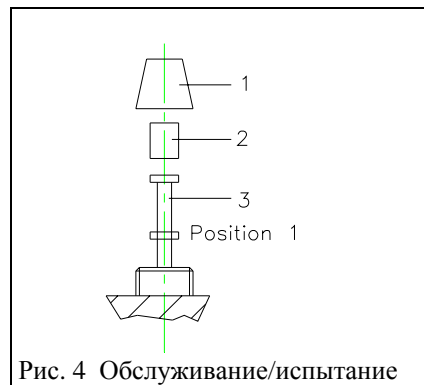

Рис. 4 Обслуживание/испытание
2.1.1. Однопоплавковое газовое реле (рис. 4)
- * отвинтить большую колпачковую гайку (1)
- * из колпачковой гайки вынуть транспортный фиксатор (2)
- * контрольную кнопку (3) нажать до достижения ею позиции 1 (упор) и удерживать в этом положении